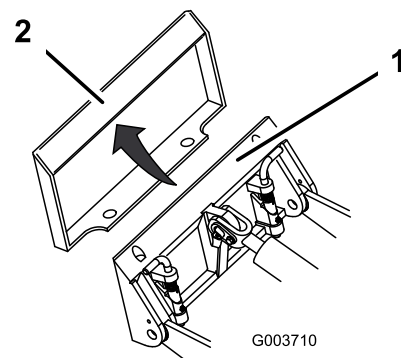

Bild 25
4. Positionieren Sie die Befestigungsplatte am oberen Rand der Aufnahmeplatte am Anbaugerät (Bild 25).